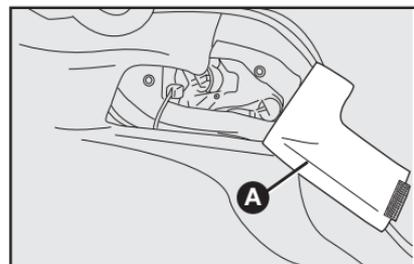

fig. 51
1) por el interior del compartimiento de equipajes, tire de la protección en el tapizado **A-fig. 51**.